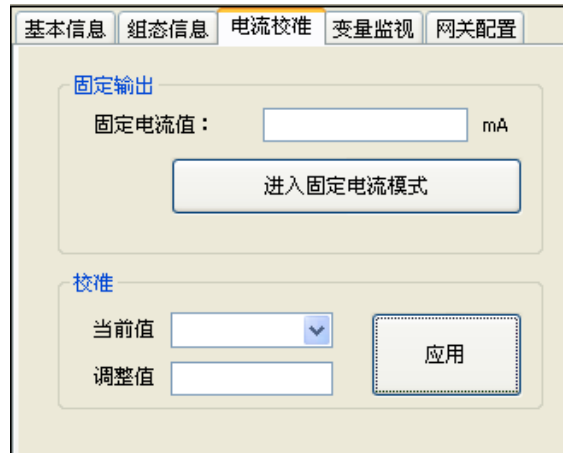

图 5.22 电流校准选项卡
- (1) 鼠标左键点击网络视图中某一在线设备，右侧选项卡视图将显示与该设备相关的选项卡。
- (2) 点击右侧选项卡视图中的“电流校准”，如果获取信息成功，则显示电流校准相关功能，如图 5.22 所示。